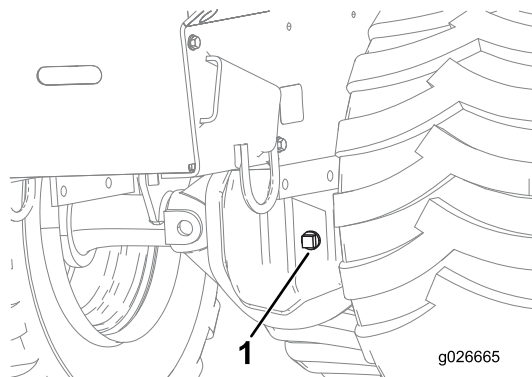

Рисунок 34
2. Снимите пробку заливного отверстия одного из дифференциалов моста (Рисунок 34).